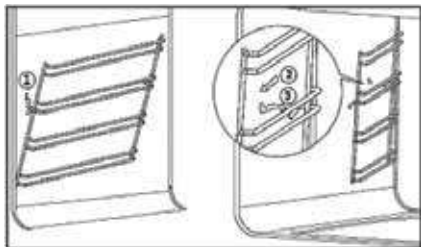

Рис. 11
ПРИМЕЧАНИЕ: Устанавливая уплотнитель на место, проследите, чтобы соединение уплотнителя было в центре нижней части (Рис. 11).
1. Снимите передний крючок с боковой стенки духовки как показано на Рис. 11.